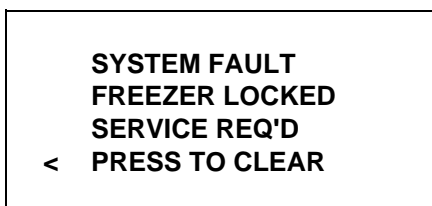

Figura 180
2. Houve uma falha do termistor (cilindro de congelamento, reservatório ou glicol) durante o processo de tratamento térmico. (Veja a Figura 180.)